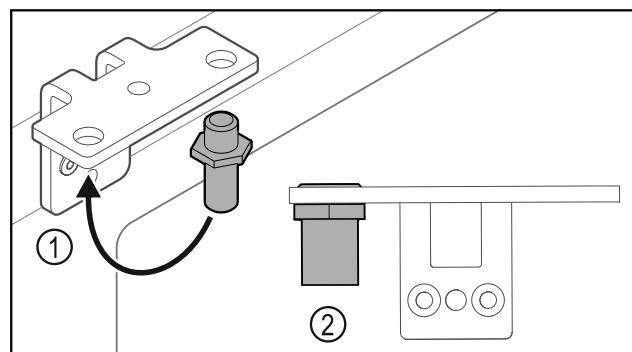

Fig. 33
- Premiestnite čap Fig. 33 (1) v uholníku závesu.
- Utiahnite čap Fig. 33 (2) **utáhovacím momentom 12 Nm**.